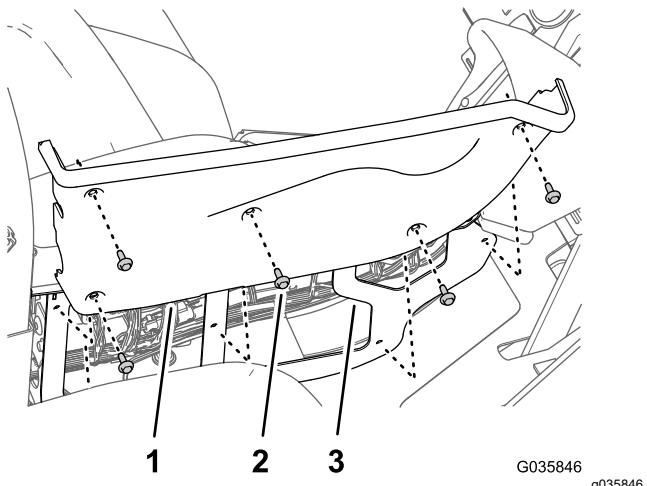

Figura 39
- Rimuovete i 5 bulloni a testa flangiata ($\frac{1}{4}$ " x $\frac{3}{4}$ ") che fissano il coperchio del lato destro alla consolle centrale (Figura 39).
- Rimuovete gli interruttori a bilanciere per i comandi di sollevamento delle barre di sinistra e destra dal pannello della consolle centrale (Figura 39).
- Allineate i fori nel coperchio di destra con il telaio della consolle centrale (Figura 39).
- Fissate il coperchio laterale sulla consolle centrale (Figura 39) con i 5 bulloni a testa flangiata ($\frac{1}{4}$ " x $\frac{3}{4}$ ") che avete rimosso al passaggio 1.